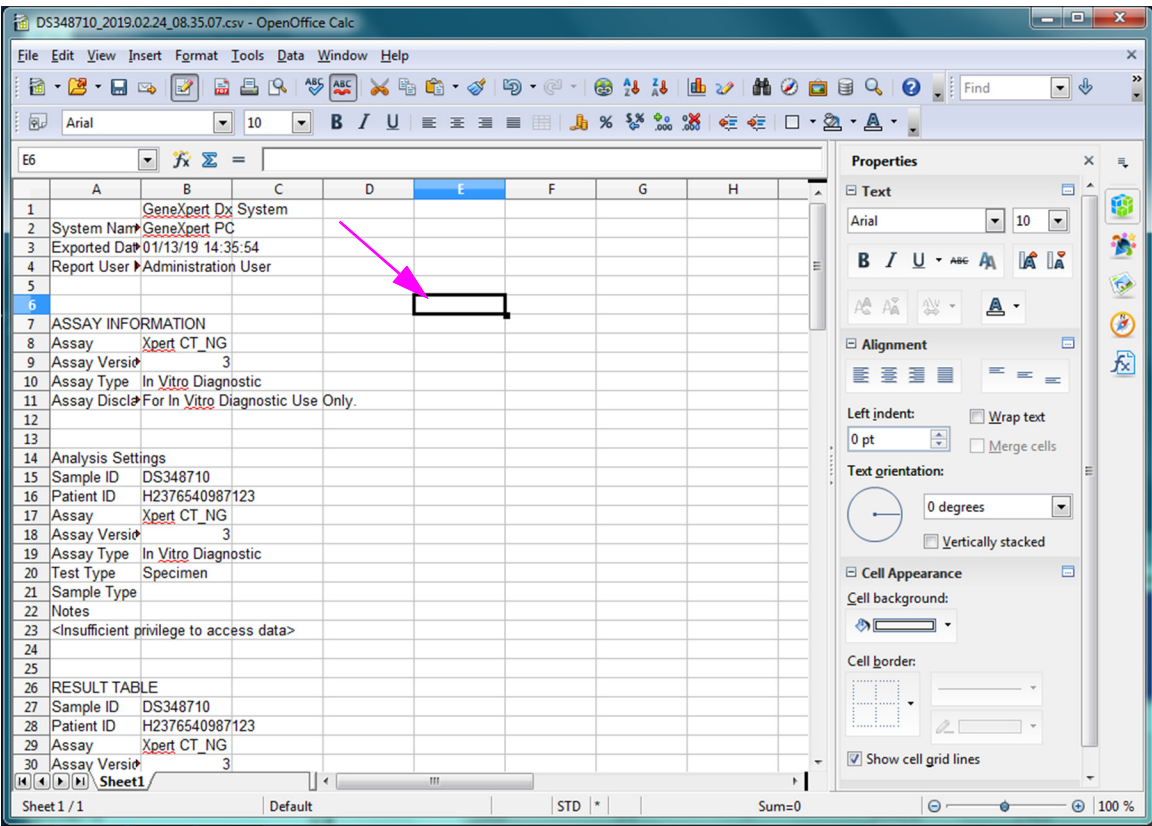

图 D-8. 带有已调整列的文件最终视图
11. 单击 **Default value**（默认值）左侧的复选框，然后单击 **OK**（确定）关闭对话框。然后，列宽会被调整且文件将被格式化，如图 D-8 所示。单击空白栏的任何地方以“取消选中”蓝色单元格，将单元格再次变为白色。